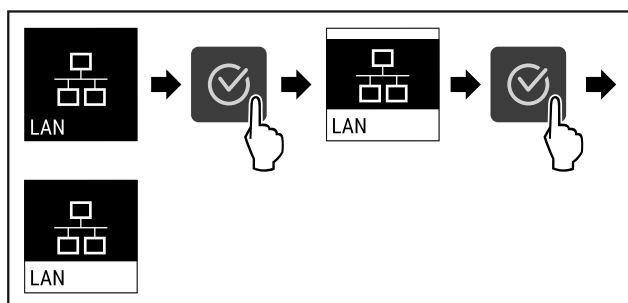

Fig. 81
- Hajtja végre a művelet lépéseit (lásd Fig. 81).